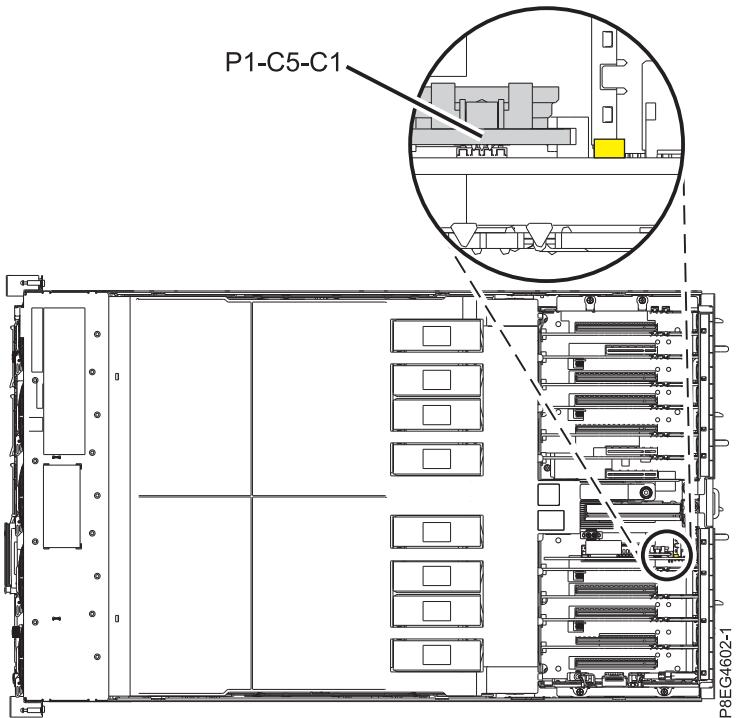

図 1. 8408-44E または 8408-E8E システムでの時刻バッテリー・カードと LED の位置
6. ステップ 1 (1 ページ) で有効にしたオレンジ色の明滅する障害 LED を確認して、障害のある時刻バッテリー・カードを特定します。3 ページの図 1 は、8408-44E または 8408-E8E システム内の時刻バッテリー・カードの位置と、サービス・プロセッサー・カードにある LED の場所を示しています。